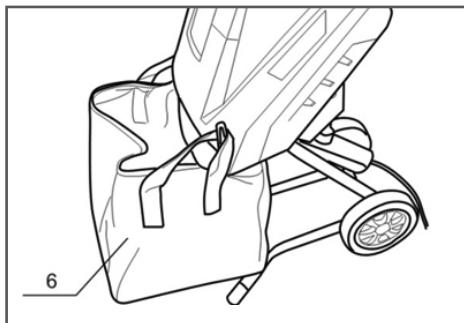

Рис. 4. Установка сумки для продуктов измельчения
5. Установите измельчитель на ровной твердой поверхности. Возьмите сумку 6 для продуктов измельчения и наденьте ее на измельчитель, как показано на Рис. 4.